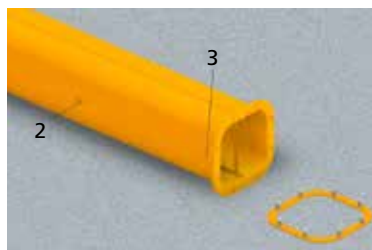

fig.26
- Nel caso il cavo 1 provenisse dall'esterno, introdurre lo stesso nella colonna tramite l'apposito passacavo 3 posto alla base della colonna, fino a raggiungere il foro 2 alla sommità (fig. 26)
1. A fissaggio della contropiastra avvenuto inserire, quando previsto, il cavo elettrico di alimentazione 1 nella colonna posizionata al suolo tramite l'apposito passacavo 3 posto alla base della colonna, fino a raggiungere il foro 2 alla sommità (fig. 26)